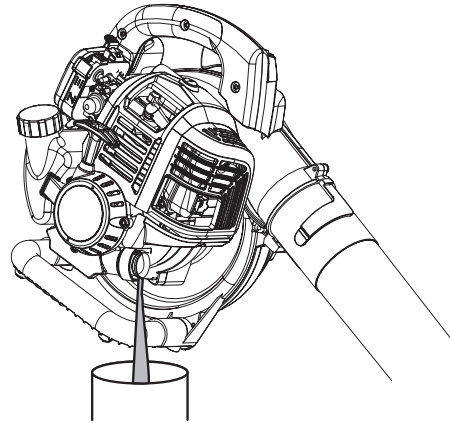

Abb. 11
3. Kippen Sie das Gerät senkrecht, um Öl aus der Öleinfüllöffnung in einen Behälter zu gießen (Abb. 11). Lassen Sie ausreichend Zeit, um das Öl komplett zu entfernen.